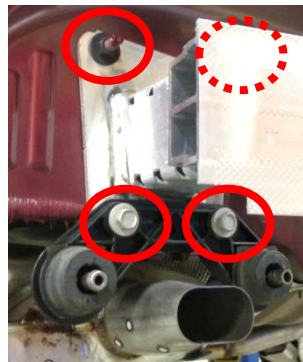

Figure 3
- Enlèvement de la poutre de pare-chocs** – Utiliser une douille 15 mm pour retirer deux (2) écrous à embase et deux (2) boulons de la poutre de pare-chocs de chaque côté, voir **Figure 3**. Enlever avec soin la poutre de pare-chocs et le support de tige d'échappement. Utiliser un support pour éviter d'endommager le silencieux.